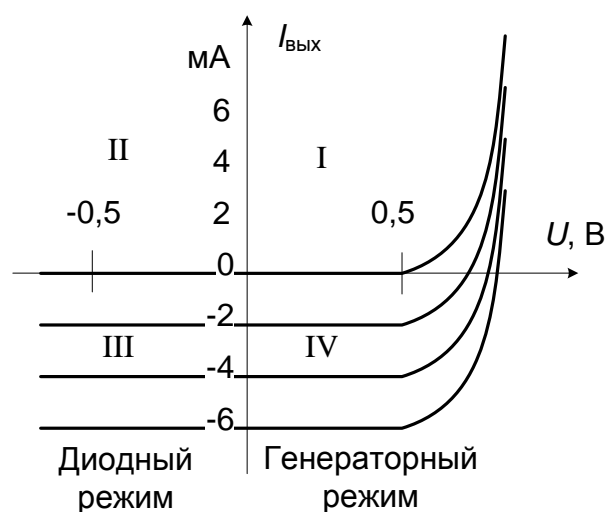
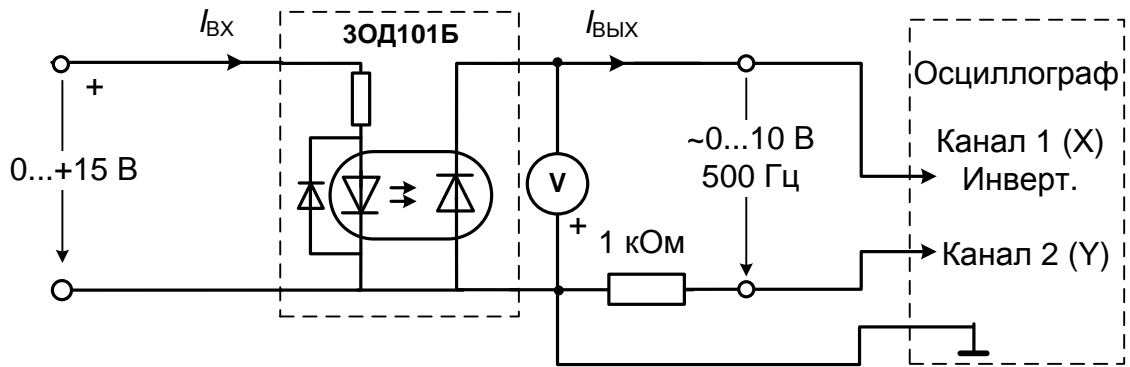
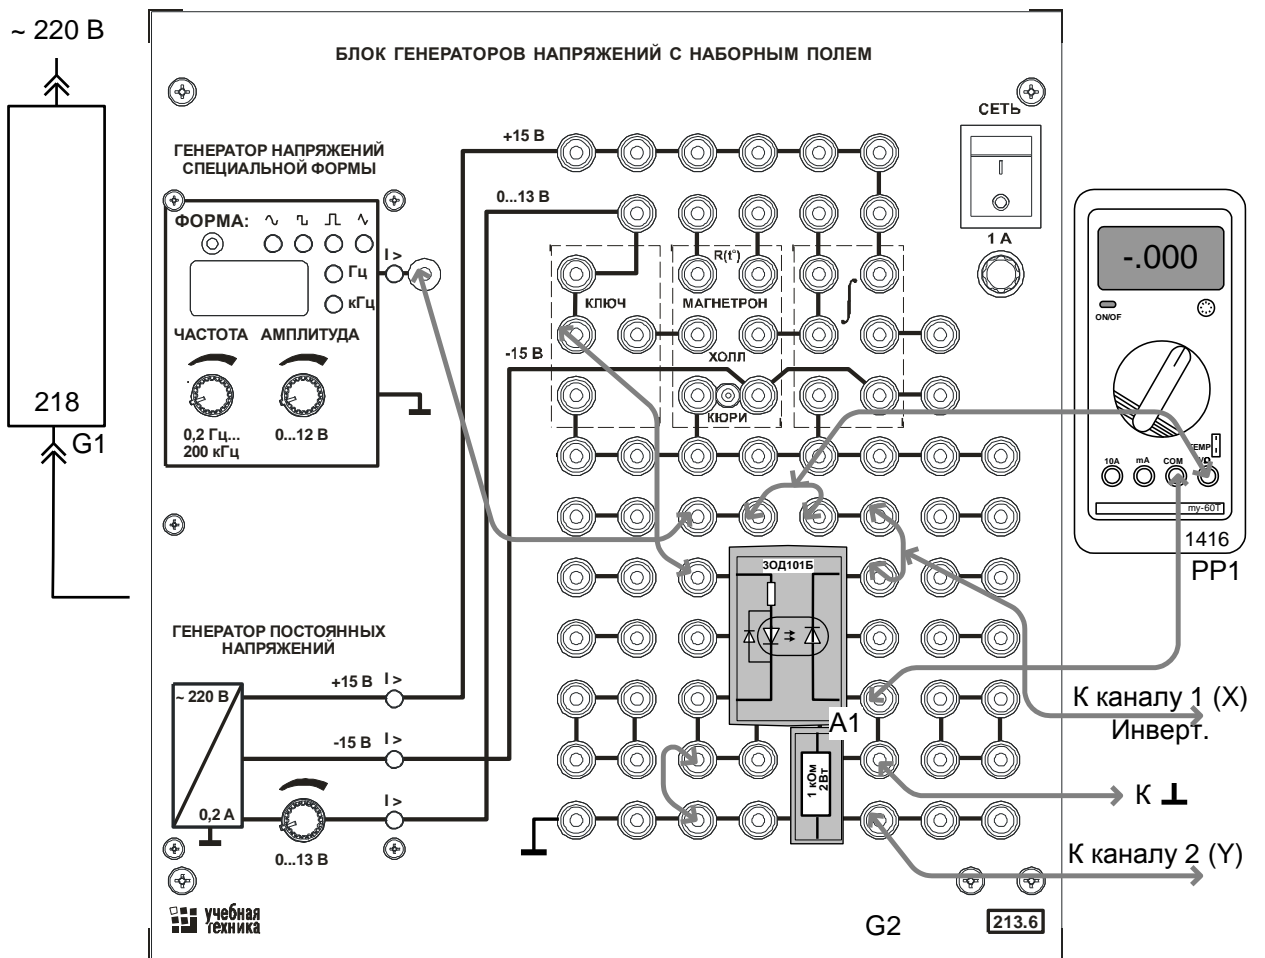

Рис. 2.4.1
Рис. 2.4.2. Принципиальная схема для снятия вольтамперной характеристики фотодиода оптопары
Рис. 2.4.3. Схема соединений для снятия вольтамперной характеристики фотодиода оптопары
Диодная оптопара может работать в генераторном и фотодиодном режиме. Семейство вольтамперных характеристик при различных освещённостях показано на рис. 2.4.1. В генераторном режиме при облучении оптронного фотодиода в нём возникает генерация неосновных носителей заряда – пар электронов и дырок. Свободные электроны и дырки
Принципиальная схема лабораторной установки показана на рис. 2.4.2, а схема соединений на рис. 2.4.3. Для изучения явления барьерного (вентильного) фотоэффекта в данной работе используется диодная оптопара (миниблок ЗОД101Б). Для питания источника облучения используется регулируемый источник постоянного напряжения из блока генераторов напряжений. Для снятия вольтамперной характеристики используется USB осциллограф. Для этого к фотодиод через сопротивление 1 кОм подводится синусоидальное напряжение от генератора. На вертикальный вход осциллографа (Канал2, Y) подаётся сигнал с резистора 1 кОм, пропорциональный току, а на горизонтальный вход (Канал 1, X) подаётся напряжение с фотодиода. Таким образом, на дисплее формируется кривая $I(U)$. Для отображения вольтамперных характеристик как показано на рис. 2.4.1 сигнал горизонтального канала X надо инвертировать.
- Соедините аппаратуру в соответствии со схемой электрической соединений (рис. 2.4.3). *При подключении осциллографа attenuаторы пробников-делителей установите в положение $\times 1$. Для подключения пробников-делителей к цепи используйте подпружиненные штыри из комплекта аксессуаров.*